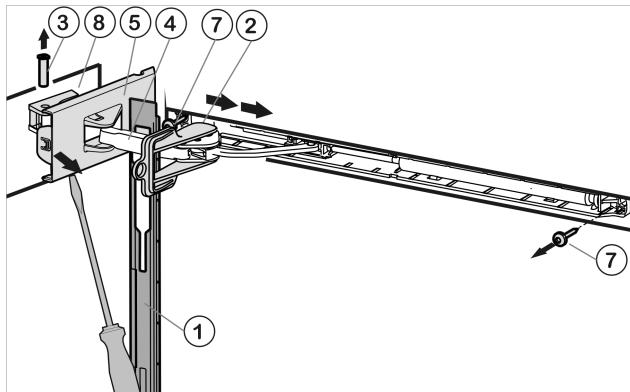

Fig. 5
- ▶ Pousser le panneau au-dessus de l'étrier de l'amortisseur Fig. 5 (4) vers l'avant, en direction de l'appareil.
- ▶ Encliquer le dispositif d'arrêt Fig. 5 (2) dans le trou longitudinal.
- ▶ Détacher le cache Fig. 5 (5) côté charnière avec un tournevis jusqu'au premier encliquetage.
- ▶ Chasser le pivot Fig. 5 (3) par le bas.
- ▶ Pousser l'étrier de l'amortisseur Fig. 5 (4) direction porte.
- ▶ Défaire complètement le cache Fig. 5 (5) côté charnière et l'ôter.
- ▶ Ôter le panneau Fig. 5 (1).
- ▶ Dévisser l'unité d'amortissement de fermeture (2 Torx® 15) Fig. 5 (7).
- ▶ Dévisser l'élément pivotant Fig. 5 (8) et le placer tourné de 180° du côté opposé. Pointer les trous de vissage ou avoir recours à une visseuse sans fil.